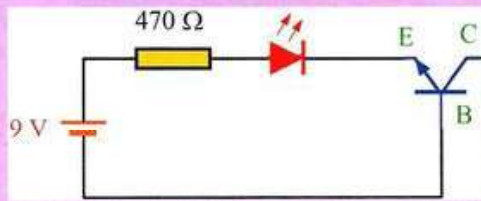

Figura 9.5.
b) A continuación permuta los conductores en los terminales del transistor según se indica en el esquema de la Figura 9.5. Al probar el circuito, el diodo LED no se tiene que encender.